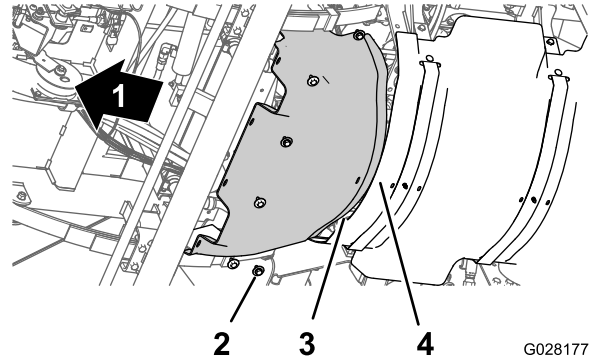

Figura 57
1. Allineate la flangia posteriore dello schermo termico anteriore sopra alla flangia anteriore dello schermo termico posteriore (Figura 57).
2. Allineate i fori sullo schermo termico anteriore con i fori filettati nello chassis (Figura 57).
3. Montate lo schermo termico anteriore alla macchina con i 6 bulloni a testa esagonale e le 6 rondelle (Figura 57) rimossi al passaggio 3 della sezione Rimozione dello schermo termico anteriore \(pagina 52\).